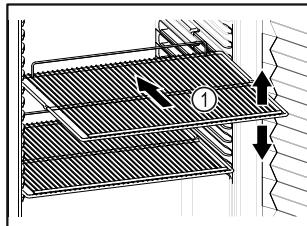

Fig. 50 例图
- 如果储物区 Fig. 50 (1) 可移动,则根据高度调整储物区。